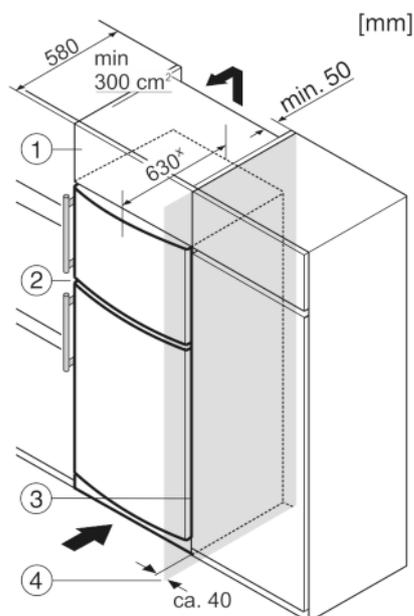

Fig. 10
- (1) Дополнительный шкафчик
- (2) Устройство
- (3) Кухонный шкаф
- (4) Стенка
Устройство может быть окружено кухонными шкафами. Чтобы уравнять устройство *Fig. 10 (2)* по высоте с кухонной стенкой, можно установить над устройством дополнительный шкафчик *Fig. 10 (1)*.
При комбинировании с кухонными шкафами (глубина макс. 580 мм) устройство можно установить непосредственно рядом с кухонным шкафом *Fig. 10 (3)*. Устройство выступает сбоку на 34 мм * и по центру на 50 мм * относительно передней стенки кухонного шкафа.
Если устройство установлено на шарнирах у стены *Fig. 10 (4)*, то расстояние между устройством и стеной должно быть не менее 40 мм. Настолько выступает ручка при открытой дверице.